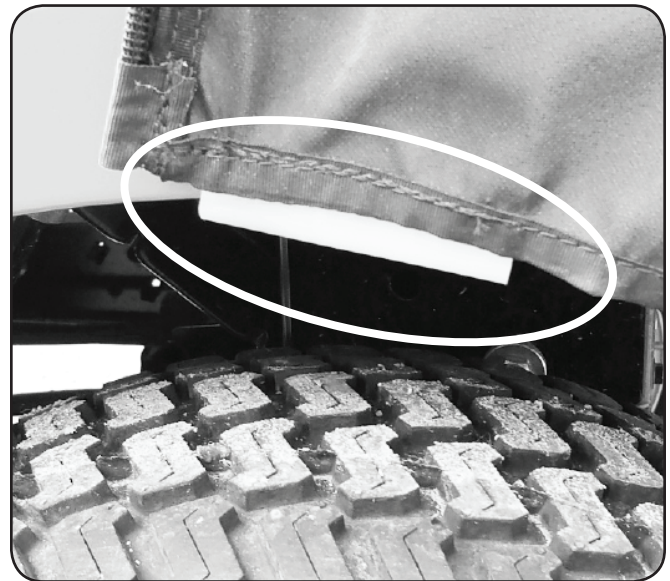

Figura 3-12
5. Los enganches exteriores traseros se sujetan al guardabarros cerca de las ruedas. Consulte la Figura 3-12.